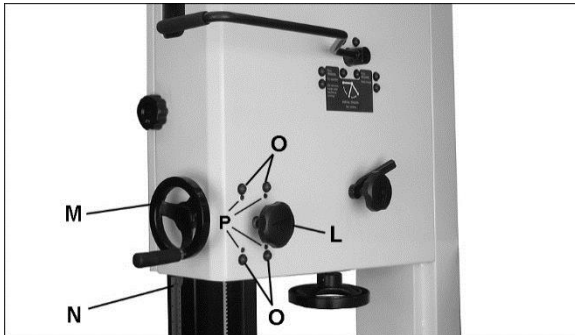

Abb. 40
Zum Justieren die Schrauben (O, Abb. 40) etwas lösen und die Stellschrauben (P) langsam drehen.